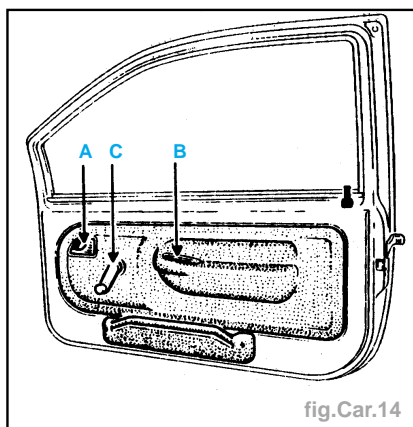

fig.Car.14
- la poignée d'ouverture (A) (fig.Car.14),
- la poignée intérieure de tirage (B),
- la manivelle de lève-vitre (C),